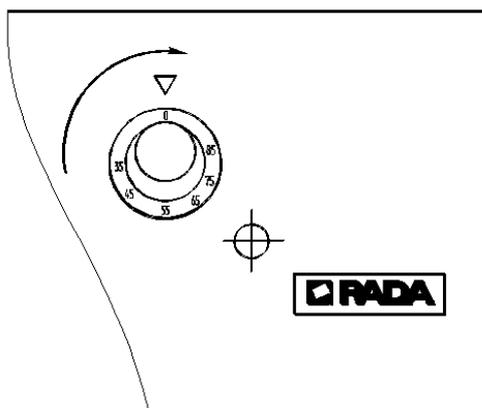

Рисунок 6- Схема поворота ручки терморегулятора
7.4 Включить изделие в сеть. Повернуть ручку терморегулятора по часовой стрелке из положения «0» и установить лимб ручки терморегулятора в положение «85» (рисунок 6).